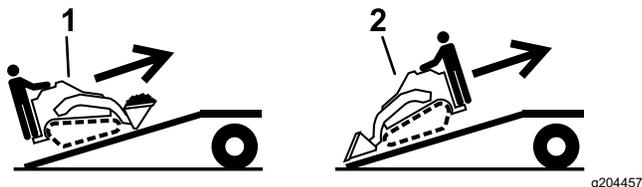

Рисунок 36
5. Погрузку машины на прицеп следует производить более тяжелой частью вверх по наклонному въезду, при этом грузы должны быть опущенными (Рисунок 36).